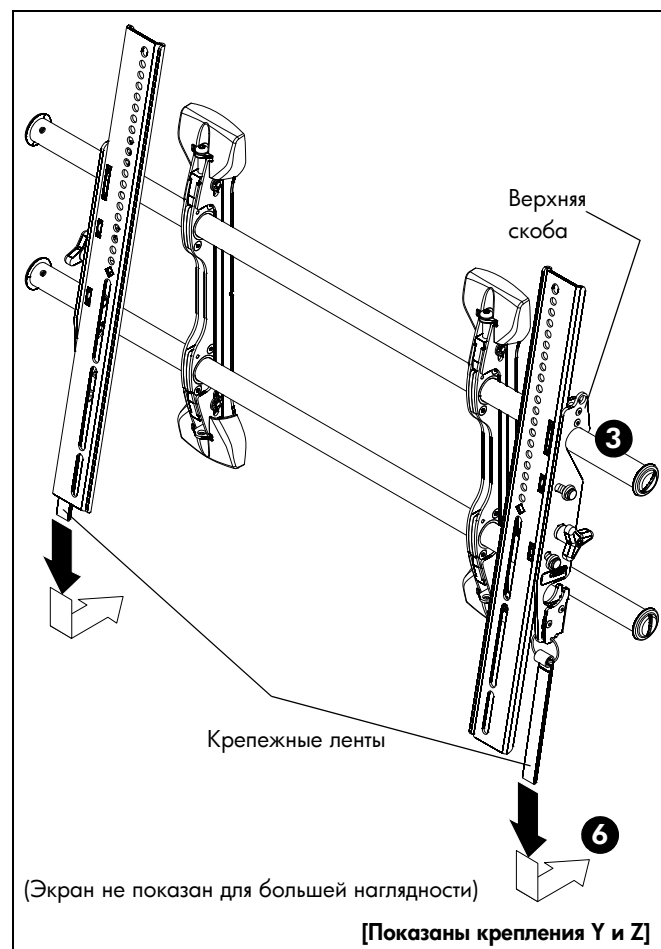

рис. 9
3. Повесьте верхние скобы (W и X или Y и Z) соединительных кронштейнов на верхнюю рейку системы крепления (R). (См. рис. 9)
6. Потяните крепежные ленты вниз и заверните их к стене – таким образом вы прикрепите соединительные кронштейны к нижней рейке и зафиксируете нижний край экрана в системе крепления. (См. рис. 9)